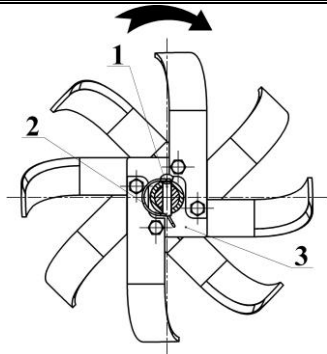

Рисунок 13 – Положение пружины шплинта относительно вращения культиваторов.
1.2.4.2.4 Установите собранные культиваторы на выходной вал мотоблока так, чтобы при движении мотоблока острые кромки ножей культиваторов располагались по ходу вращения выходного вала суппорта как показано на рисунках 12а, 12б, 12в или 12г. Закрепите культиваторы с помощью шплинтов, так как показано на рисунках 12. Пружина шплинта **2** (рисунок 13) должна быть защелкнута в противоположную сторону от вращения культиватора. Для улучшения собираемости и демонтажа, рекомендуется выходной вал мотоблока смазать консистентной смазкой типа «Солидол».